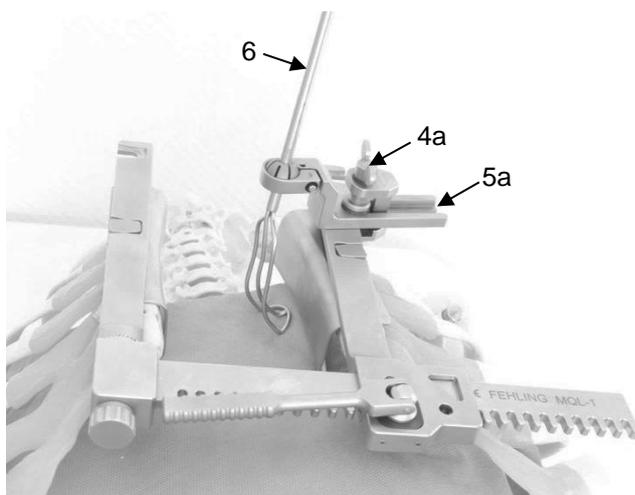

Fig. 9: Ejemplo de configuración del separador externo universal CEBOTARI con gancho auricular
Para colocar los ganchos auriculares (6) (véase la tabla 2, página 10), se fijan a los brazos separadores en cualquier punto (incluso en la zona de las hojas) utilizando el elemento de fijación MZZ-1Q (4a) y un adaptador de bola adecuado (5a) (Fig. 9).